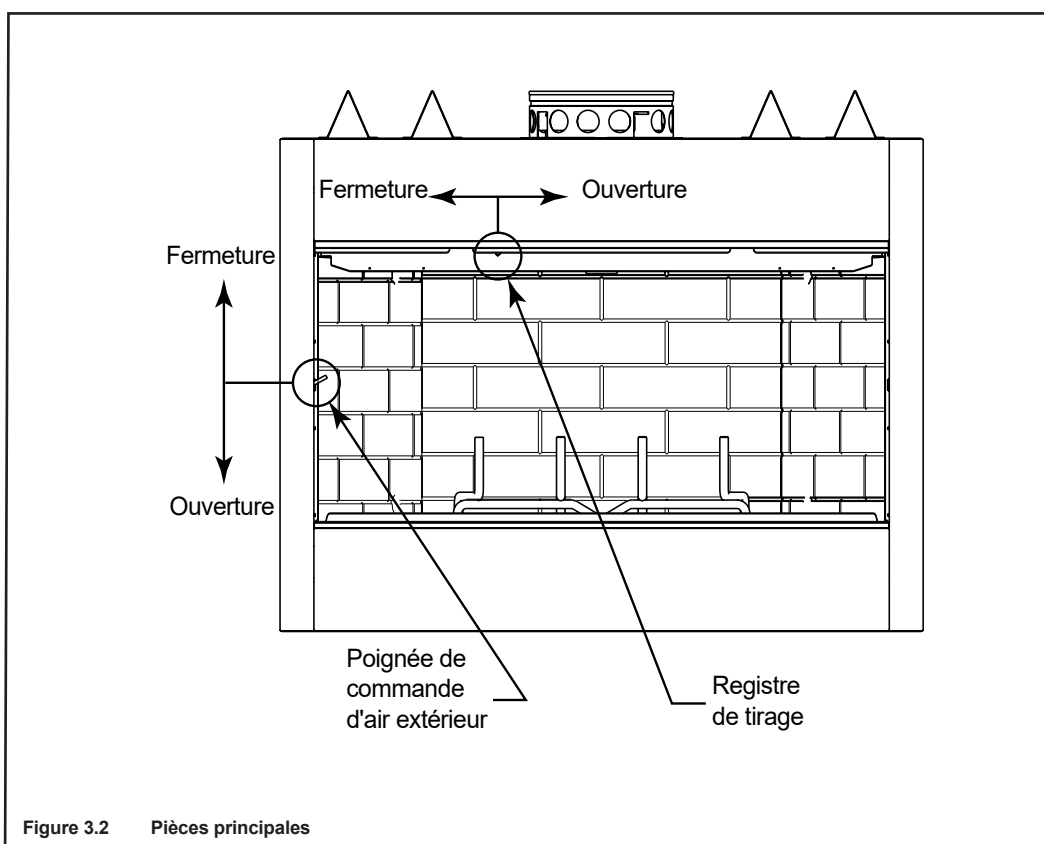

Figure 3.2 Pièces principales
Se référer à la figure 3.2 pour l'emplacement et le fonctionnement de la commande.
- Reportez-vous à la figure 3.2 pour connaître l'emplacement de la commande